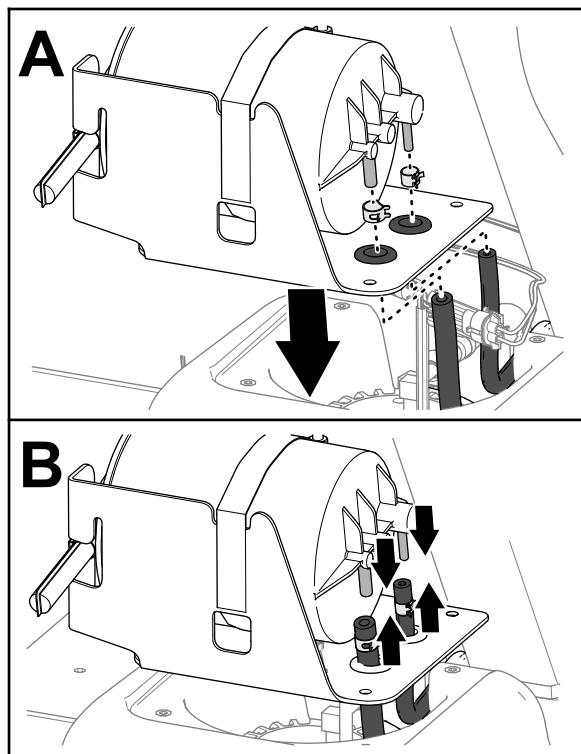

図 123
- カーボンキャニスタのハトメに燃料ホースを通す 図 123。
- ホースにホースクランプを嵌める 図 123。
- カーボンキャニスタのフィッティングTにホースを取り付ける 図 123。